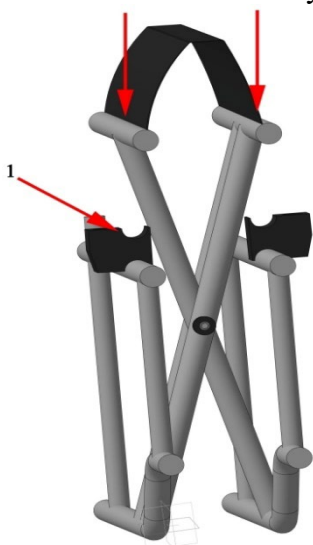
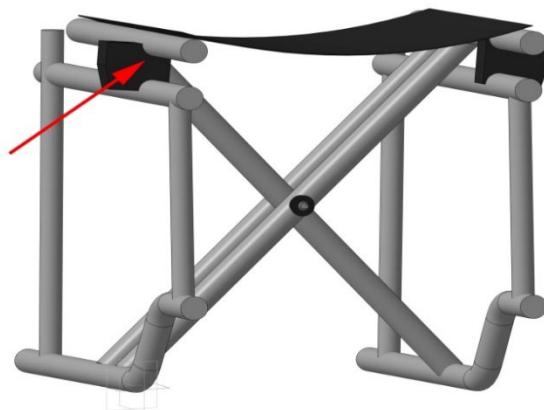

Рис.1.1
Рис.1.2
5.1 Рама кресла изготовлена из металлических труб. Коляска поставляется в сложенном виде. Для того чтобы разложить раму коляски нажмите на трубы сиденья как показано на рис.1.1. Важно, чтобы трубы установились в уловители на раме (поз.1, рис.1.1). Труба должна полностью войти в уловитель как показано на рис.1.2